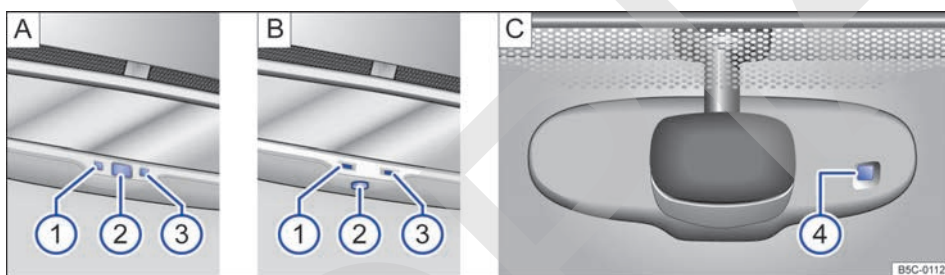

Fig. 80 En el parabrisas: retrovisor interior antideslumbrante automático.
Leyenda de la fig. 80:
- ① Testigo de control
- ② Botón
- ③ Sensor para detectar la incidencia de la luz por detrás
- ④ Sensor para detectar la incidencia de la luz por delante
La función antideslumbrante automática se puede activar y desactivar pulsando el botón del retrovisor interior → fig. 80 A ② o B ②. Asimismo, cuando está activada, se enciende el testigo de control → fig. 80 A ① o B ①.